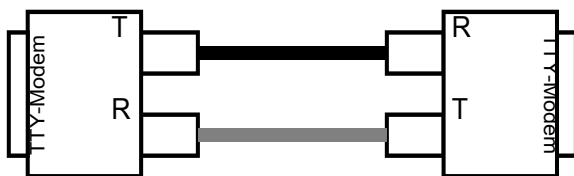

Bild 4 LWL-Verbindung
- Verbinden Sie mit dem konfektionierten LWL-Kabel die optischen Schnittstellen der Geräte nach dem Anschlußschema in Bild 4.